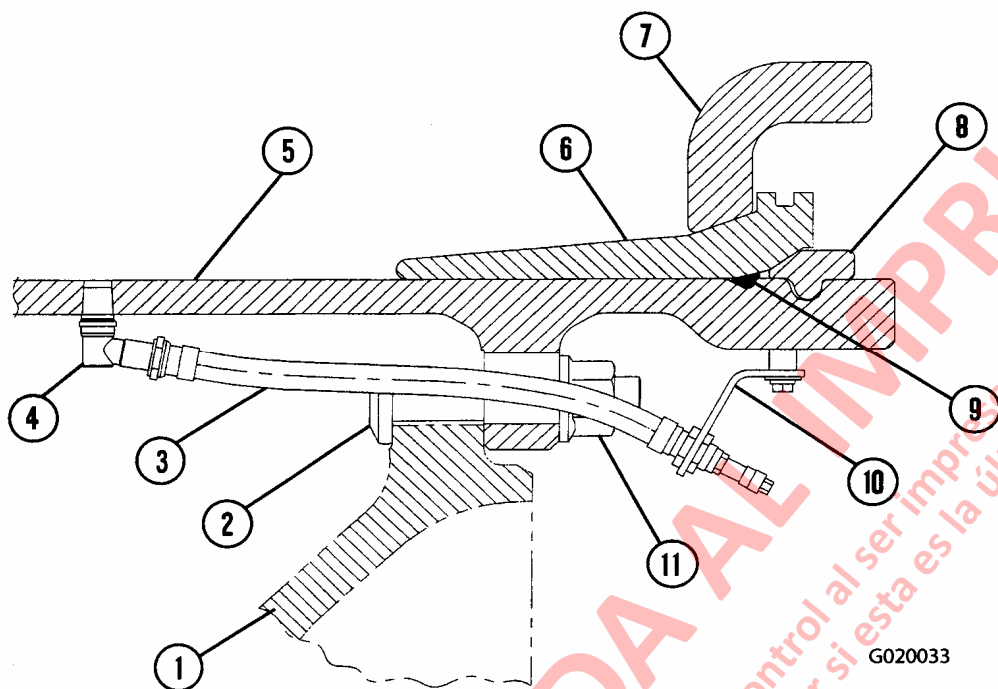

FIGURA 2-7. CONJUNTO DE CUBO Y LLANTA DE LA RUEDA DELANTERA
2. Conecte un rompedor de refuerzo hidráulico a la llanta deslizando las mandíbulas del conjunto del bastidor sobre el borde exterior de la pestaña (7, Figura 2-7). Asegúrese que las mandíbulas del bastidor estén cerca de la banda del asiento de refuerzo (6).
5. Después de soltar el refuerzo, inserte la parte plana de una herramienta de neumático en la muesca de refuerzo en el anillo de fijación (8). Haga palanca en el anillo de fijación y retire de la ranura de la llanta.
6. Haga palanca en la banda de asiento del refuerzo (6) hasta que salga el anillo de goma (9). Retire el anillo de goma.
7. Retire la banda de asiento del refuerzo (6) de la llanta (5) y retire la pestaña (7).
NOTA: No permita que la pintura, el óxido u otros contaminantes cubran las caras de empalme del anillo de fijación (8, Figura 2-7) y la llanta (5).
5. Instale la pestaña exterior (7, Figura 2-7) en posición e instale la banda de asiento del refuerzo (6). Presione el asiento del refuerzo para exponer la ranura del anillo de goma en la llanta.
6. Lubrique el nuevo anillo de goma (9) con una solución jabonosa e instale en la ranura de la llanta.
7. Instale el anillo de fijación (8) y golpee con un martillo de goma. El anillo de fijación se debe ajustar en la ranura de la llanta.